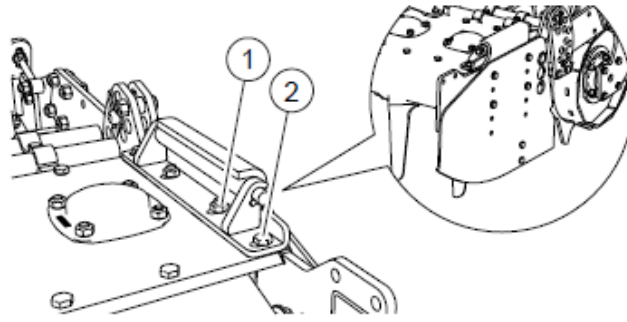

FIG. 28
- Desserrer les boulons (2, "Fig. 28").
- Desserrer les écrous (1).